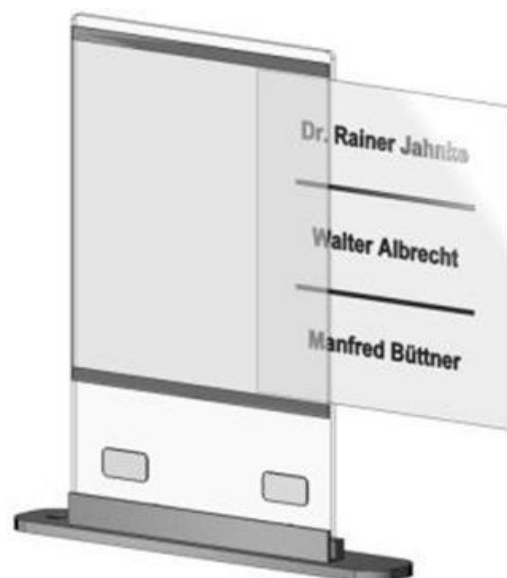

Abb. 11: Namensschild wechseln
- ▶ Schieben Sie das zugeschnittene Namensschild von der Seite in die Tasche im Namensschildglas (Abb. 11).